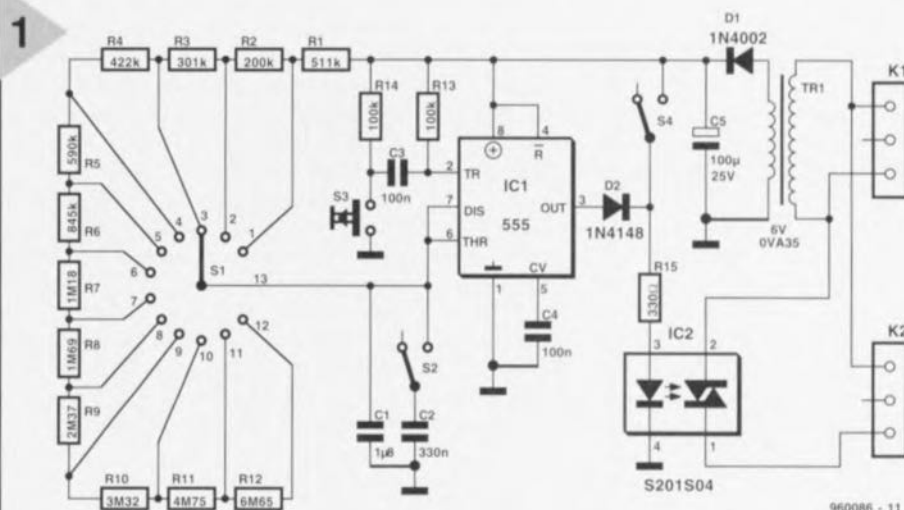

Figure 1. L'électronique de notre posemètre finaud que nous avons gardé aussi simple que possible.
La figure 1 vous propose le schéma du posemètre pour chambre noire. Il s'agit, grossièrement, d'une application basée sur le temporisateur le plus universel qui soit, un (NE)555. Le circuit de base est doté d'une électronique additionnelle assurant l'interfaçage au secteur et d'une